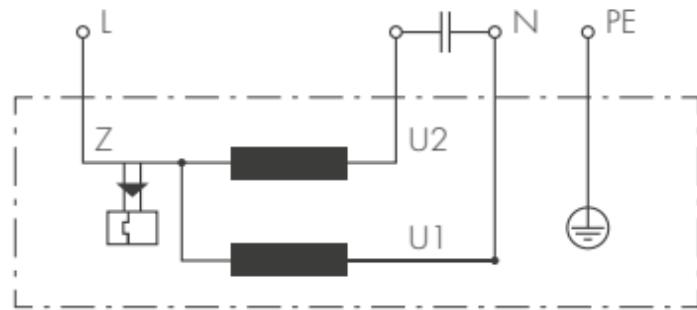
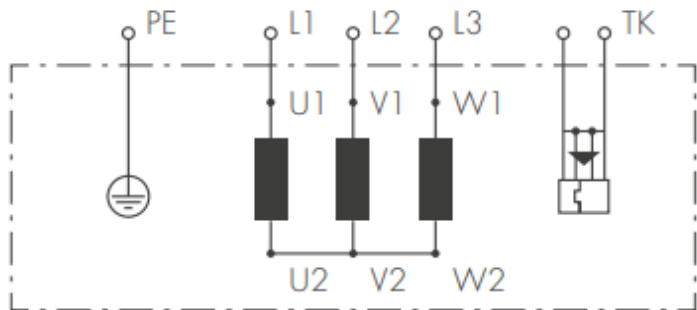

Рис. 2
Рис. 3
- электрическое присоединение двигателя производить в соответствии со схемой подключения (см. рисунок 2, рисунок 3).